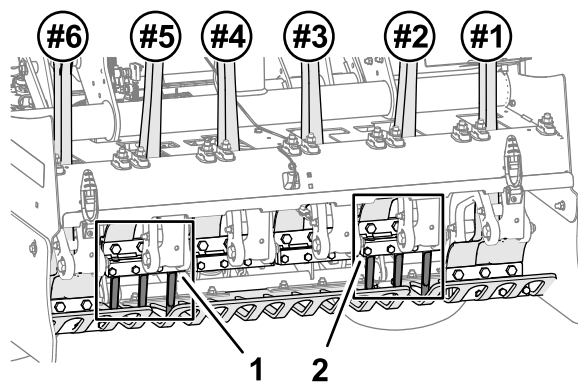
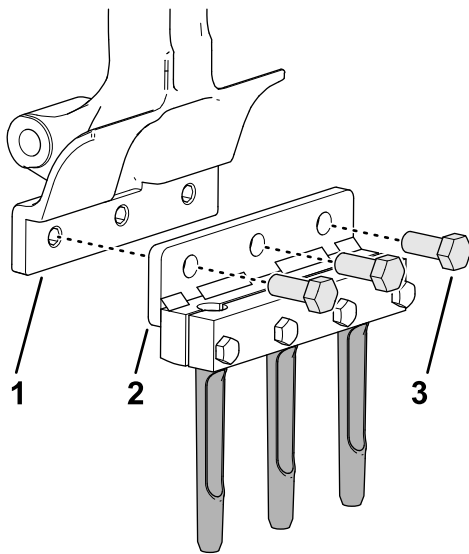

図 42
図 43
1. No. 2 タインアームにタインホルダーとタインを取り付ける 図 42 と 図 43 ボルト1/2 x 1 1/4" 3 本を使用する。